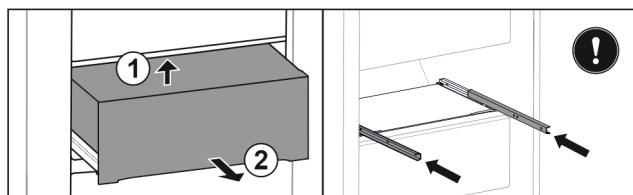

Fig. 142
- Nadvihnite zásuvku zospodu dozadu. Fig. 142 (1)
- Odoberte zásuvku dopredu. Fig. 142 (2)